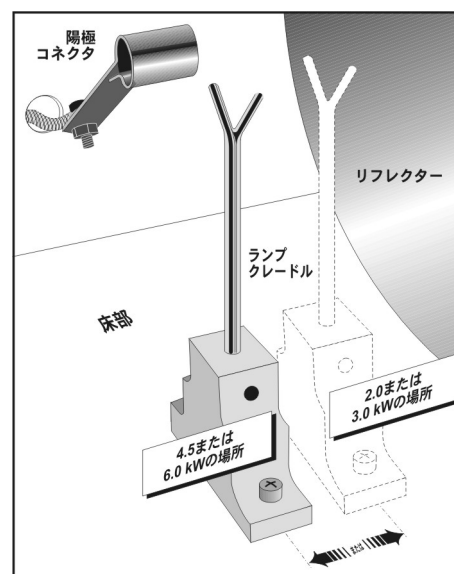

図 2-20 ランプクレードルの位置
- ・ 2.0 または 3.0 kW ランプでは、クレードルを後部位置（例：リフレクターにおよそ 1 インチ（2.54 cm）より近い）に移動します（図 2-20）。